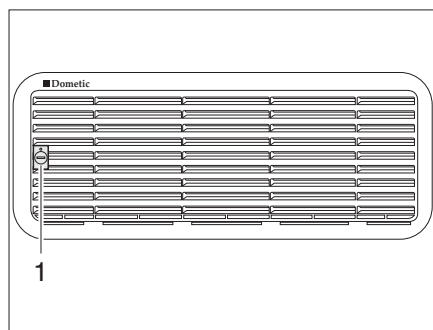
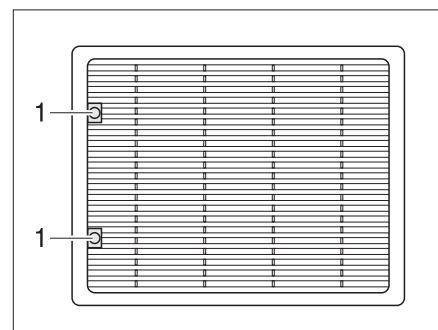

Bild 241 Kühlschrank-Lüftungsgitter (Dometic klein)
Bild 242 Kühlschrank-Lüftungsgitter (Dometic groß)
- Schraube (Bild 241,1 bzw. Bild 242,1) mit Hilfe einer Münze eine viertel Umdrehung drehen.